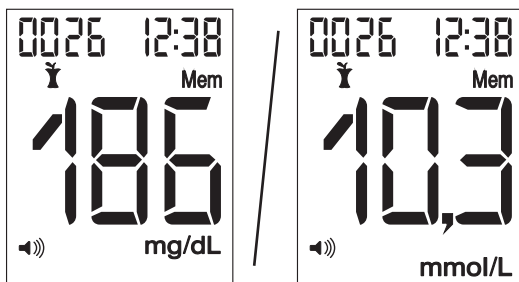
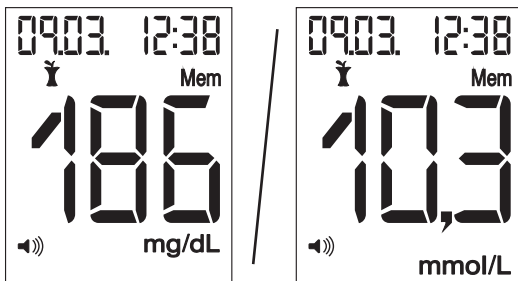

Figure 1
Figure 2
- 2 La valeur mesurée enregistrée s'affiche brièvement, avec l'unité de mesure, l'heure, « Mem » et éventuellement un marquage programmé de valeur mesurée, en même temps que le numéro de mémoire (Fig. 1). L'affichage du numéro de mémoire est alors remplacé par la date (Fig. 2).